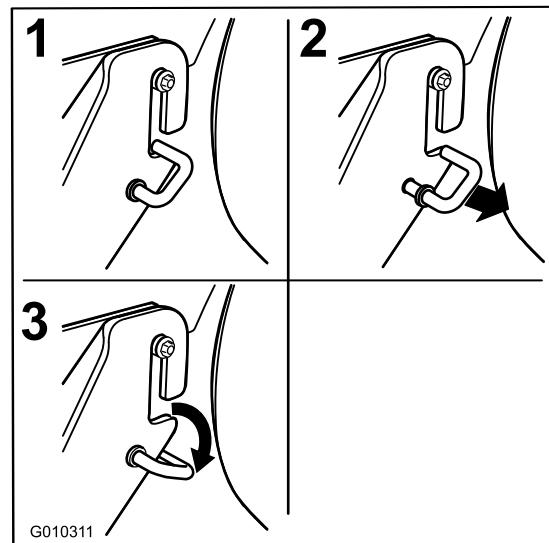

Figura 68
1. Sganciate i ganci uncinati a molla dalla fessura delle staffe di sospensione posteriori su entrambi i lati del piatto di taglio (Figura 68).
- Agganciate il supporto anteriore presente sul piatto di taglio ai supporti di sospensione anteriori e fissate con una rondella e una coppiglia (Figura 68).